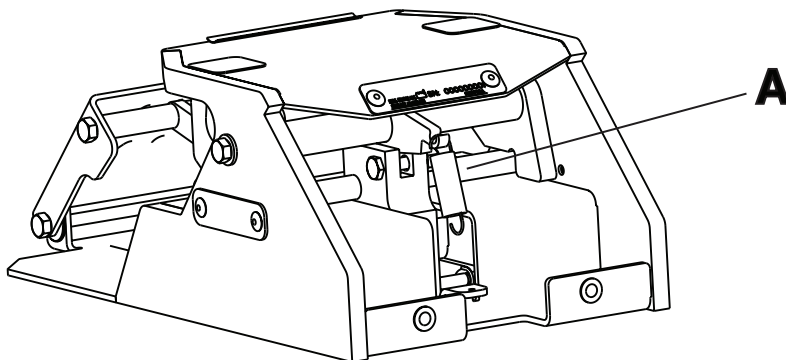

Figure 17 – Lubrification de la fixation
2. Pulvériser du lubrifiant **Tri-Flow™** avec **Teflon®** (6082-199-012) sur la surface indiquée ci-dessous (A) (Figure 17).